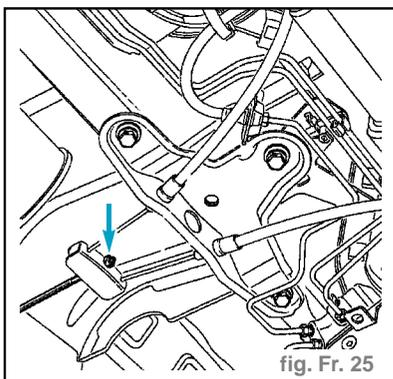

fig. Fr. 25
- Véhicule sur un pont à prise sous coque, dévisser l'écrou de façon à libérer totalement le palonnier central. (fig. Fr. 25)